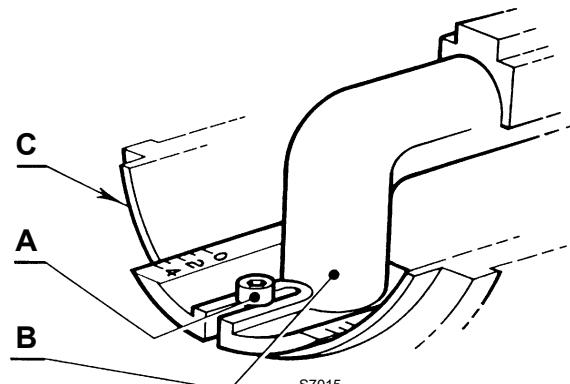

Fig. 9
Afloje los tornillos (A) Fig. 9.